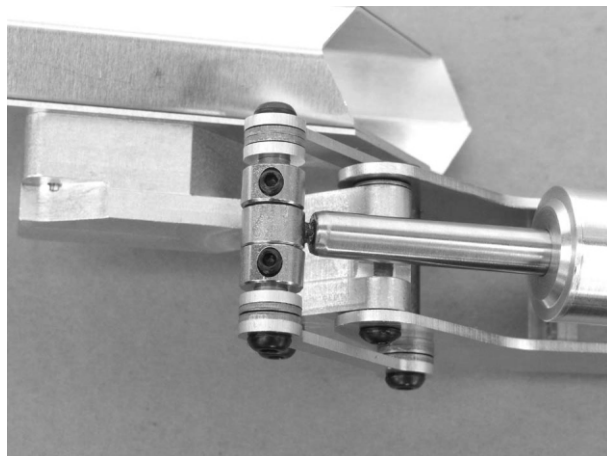

Bild 22
Jetzt wird die Kinematik mit dem Hubzylinder(V) verbunden. Dazu schieben Sie bitte den Bolzen 4x28 in folgender Reihenfolge durch die Teile. Kinematikarm lang(K), 2 Paßscheiben, Kinematikarm kurz(J), Stellring mit Madenschraube Zylinderauge, Stellring mit Madenschraube, Kinematikarm kurz(J), 2 Paßscheiben, Kinematikarm lang(K). Verschrauben Sie bitte mit je einer Schraube Din 7380 M3x5 je Seite. Justieren Sie das Zylinderauge mit den Stellringen genau mittig zwischen den Armen(J). Siehe Bild 22.